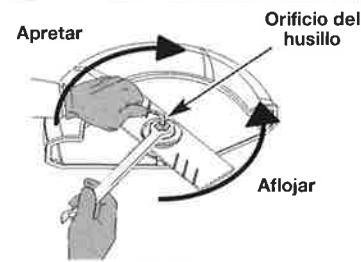

Fig. 16
1. Coloque la llave tipo "Allen" de 5/16" en el orificio del husillo (Fig. 16).
2. Mientras sujeta la llave tipo "Allen" en su lugar, afloje la tuerca con una llave de 15/16" girándola hacia la izquierda (Fig. 16).
5. Mientras sujeta la llave tipo "Allen" en el orificio del husillo, apriete la tuerca girando la llave hacia la derecha hasta que quede apretada (Fig. 16).